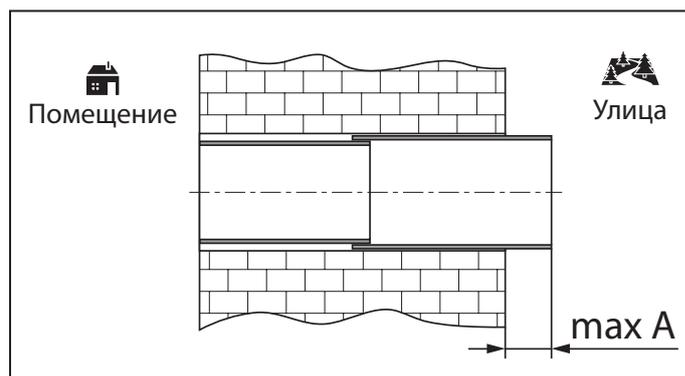

Рис. 10. Размер отверстия под телескопический канал
2. Установите телескопический канал в стене. С наружной стороны стены канал должен выступать на расстояние A (см. рис. 10):